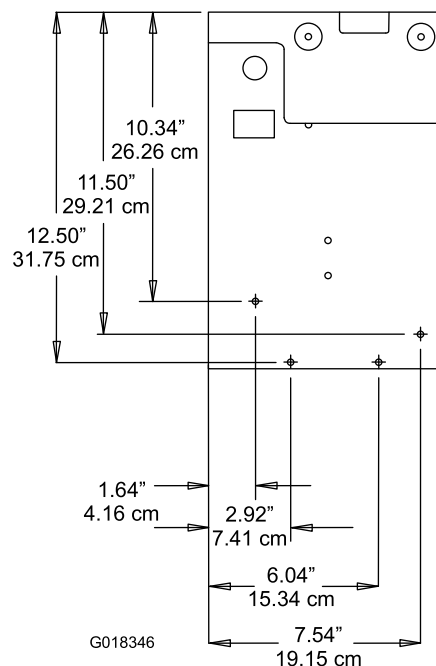

Figure 6
10. En vous aidant des dimensions indiquées à la Figure 6, localisez, marquez et percez (4) trous de 0,713 cm de diamètre dans le cadre.